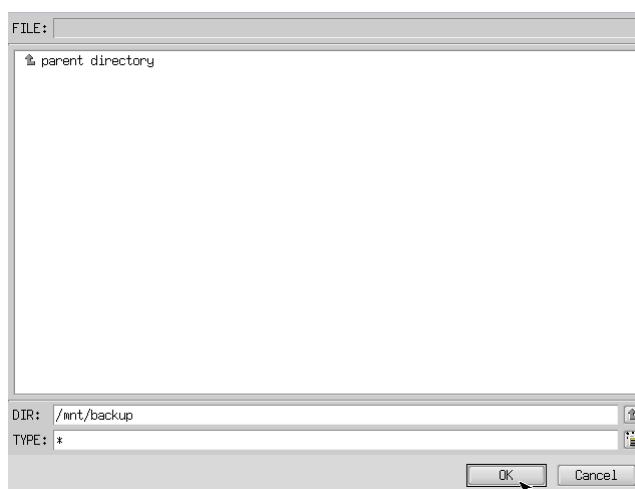

図 6-3-3. フォルダ参照画面
- ⑦ フォルダ参照画面（図 6-3-3）が表示されます。②で接続したパーティションは、/mntにマウントされますので、/mnt以下のフォルダを選択してください。[OK]を押すとフォルダ選択画面にもどります。